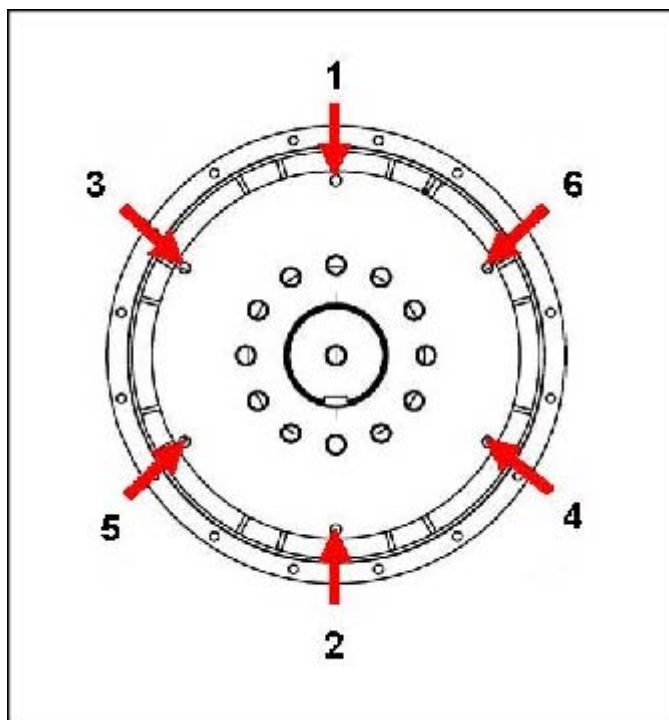

РИС. 25. ПОСЛЕДОВАТЕЛЬНОСТЬ КРЕПЛЕНИЯ К МАХОВИКУ
10. Затяните болты крепления диска муфты к маховику, соблюдая последовательность, указанную в Рис. 25 на стр. 49